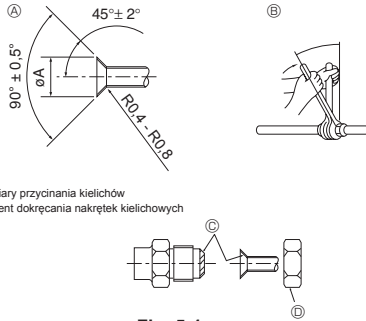

Fig. 5-1
Ⓐ (Fig. 5-1)
Ⓑ (Fig. 5-1)
5.2. Łączenie rur (Fig. 5-1)